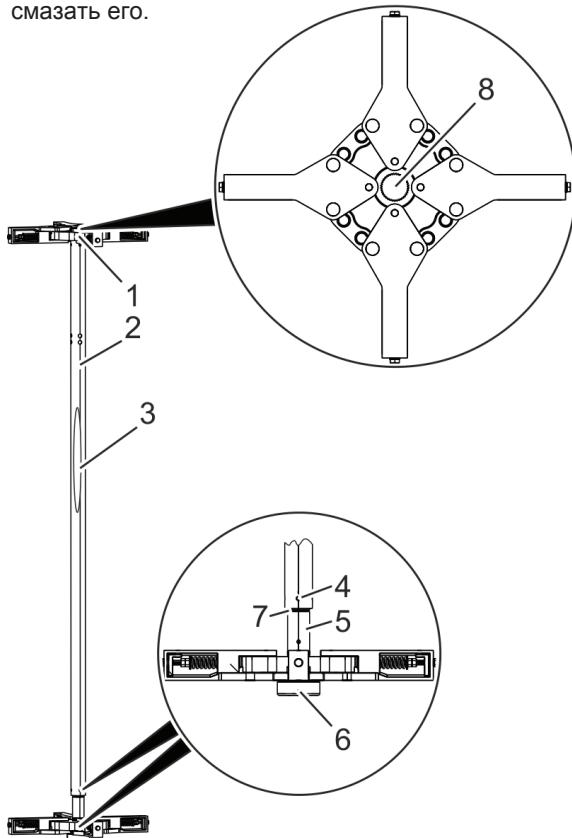
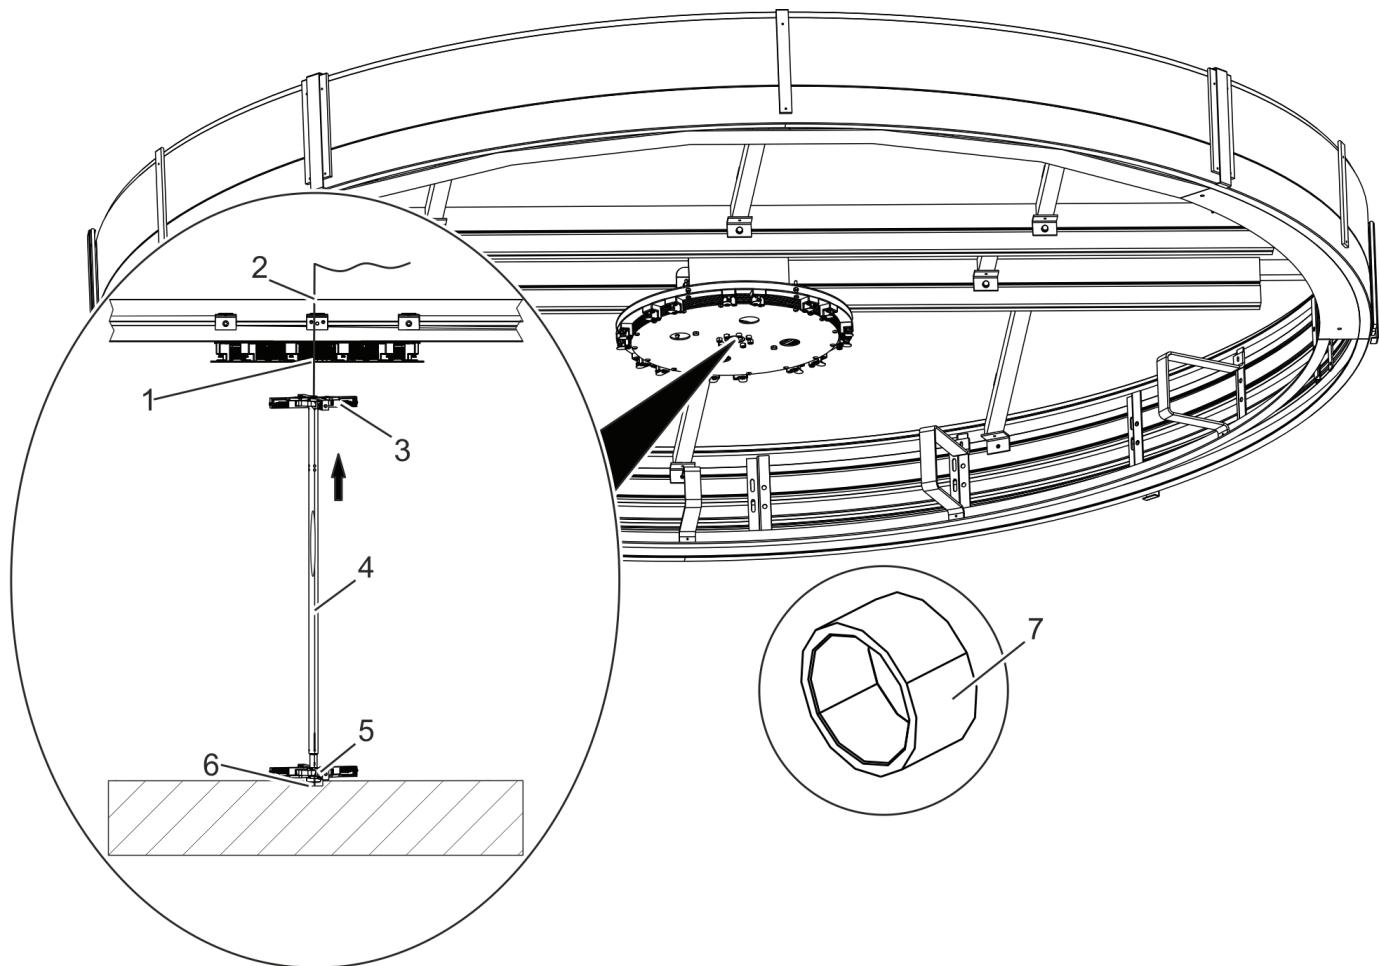
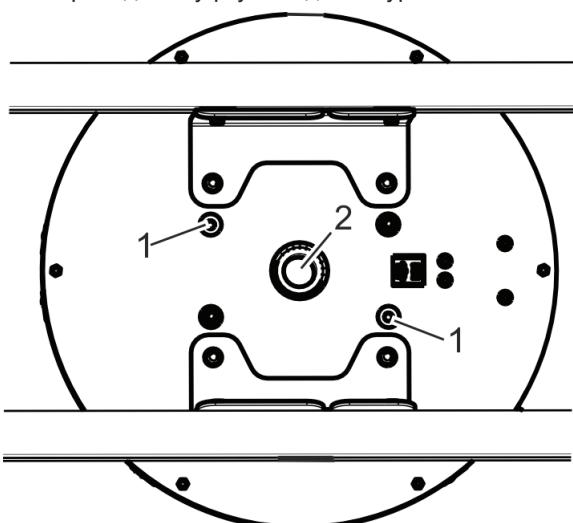

Рис. 77 Центральная ось складного турникета
Рис. 78 Вставка центральной оси и фитингов складного турникета
Рис. 80 Привод (вид сверху)
- Сделать отметки на валу (рис. 77/2) и вставке (рис. 77/5) с помощью фломастера для упрощения последующего выравнивания.
- Ослабить крепежные винты (4 шт.) на периметре вала (рис. 77/4) и отвернуть их.
- Извлечь пружинное кольцо (рис. 77/7).
- Прижать вал (рис. 77/2) и вставку (рис. 77/5) друг к другу.
- Вставить втулку складного турникета (рис. 78/7) сверху в верхнюю крестовину (рис. 77/8).
- Вставить нижнюю крестовину (рис. 78/5) вертикально в нижний подшипник (рис. 78/6).
Протянуть кабель (рис. 78/2) с верхней крестовины (рис. 78/3) через центр привода (рис. 78/1).
- 10.** Вытянуть центральную ось (рис. 78/3) в направлении стрелки. Выровнять нижний конец (рис. 77/5) вала (рис. 77/2) относительно крепежных отверстий и отметок, сделанных фломастером.
11. Вставить крепежные винты (4 шт.) по окружности вала (рис. 77/4) в существующие отверстия и завернуть их.
12. Установить пружинное кольцо (рис. 77/7) на вал (рис. 77/2).
14. Вставить кабель для штифтов пружинных контактов снизу через центр привода (рис. 80/2).
Аккуратно вставить зубчатый вал сверху через центр привода (рис. 80/2), через складную муфту (рис. 77/8) в механизм фитинга верхней
крестовины (рис. 78/3) и протянуть кабель через зубчатый вал. Смазать зубья зубчатого вала при его вставке.
17. Вынуть крепежные винты для монтажа и транспортировки (рис. 80/1) из верхней стороны привода (рис. 80). Не выбрасывать крепежные винты для транспортировки, а оставить их и отдать оператору установки во время инсталляции.
18. Зафиксировать соединительную крышку на смотровом отверстии (рис. 77/3).